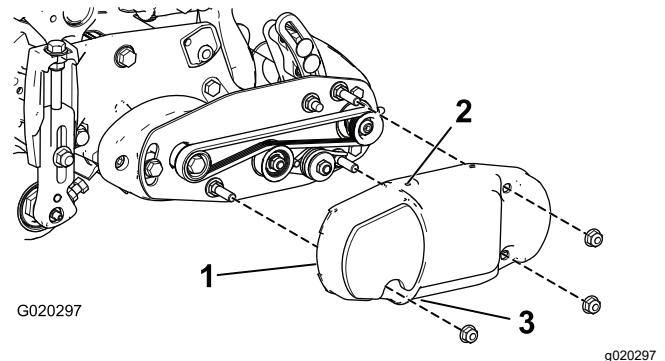

Figura 16
- Coloque la cubierta de la correa sobre los pernos de montaje y sujetela con 2 tuercas con arandela prensada (Figura 16).